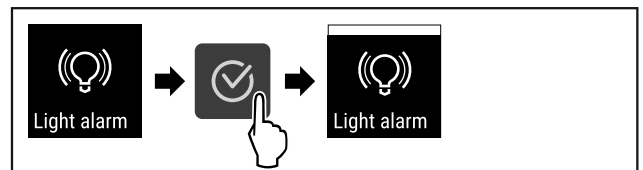

Fig. 97
► Suivre les étapes (voir Fig. 97) .